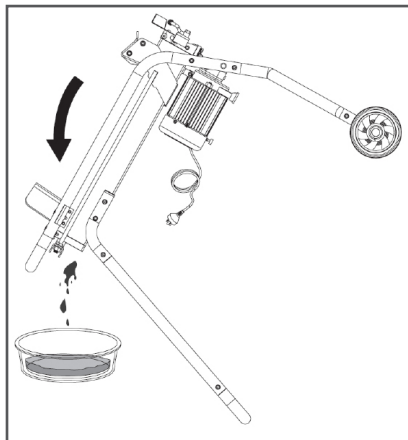

Рис. 11 Слив масла из гидравлической системы
4. Наклоните дровокол в сторону отверстия для слива масла, и слейте масло в подходящую емкость (Рис. 11).